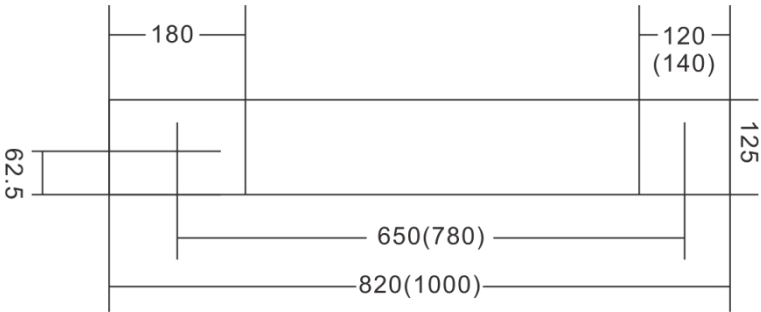

图 7 机床安装
2、根据机床底脚尺寸（图 7）选定坚固的平台，将机床放置在平台上面，